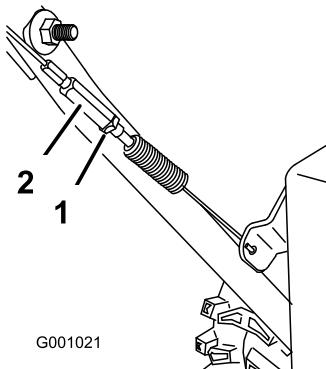

Figura 45
3. Aperte a porca de bloqueio (Figura 45).